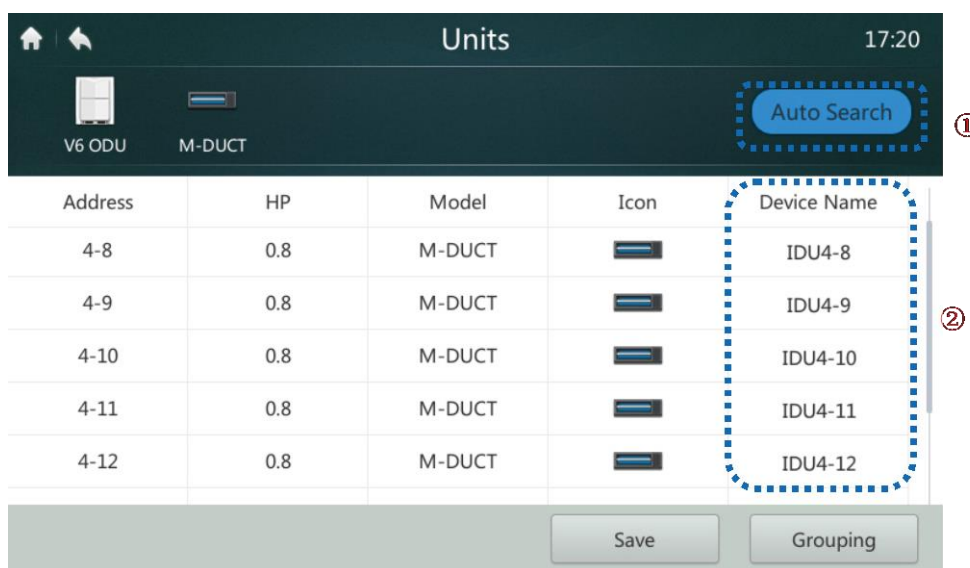

Figura 36: Página Units para la instalación del equipo
1. Haga clic en el botón "Units" (Unidades) que se muestra en la figura 35 para pasar a la interfaz que se muestra en la figura 36.
2. Haga clic en el botón "Auto Search" (Búsqueda automática) marcado como "1" en la figura 36. En la interfaz se muestran los equipos conectados. La tabla muestra la dirección de la unidad interior (Address), la potencia de la unidad interior (HP), el tipo de unidad interior (Model) (el tipo correcto sólo se puede mostrar para unidades interiores de
3. El nombre del equipo por defecto es "IDU + dirección_de_red_de_la_unidad_exterior - dirección_de_la_unidad_interior". El usuario puede cambiar el nombre del equipo. Haga clic en el lugar marcado como "2" en la figura 36 para que se visualice el teclado en la parte inferior del display como se muestra en la figura siguiente. Edite el nombre del equipo en la dirección correspondiente, luego haga clic en "Confirm" (Confirmar).